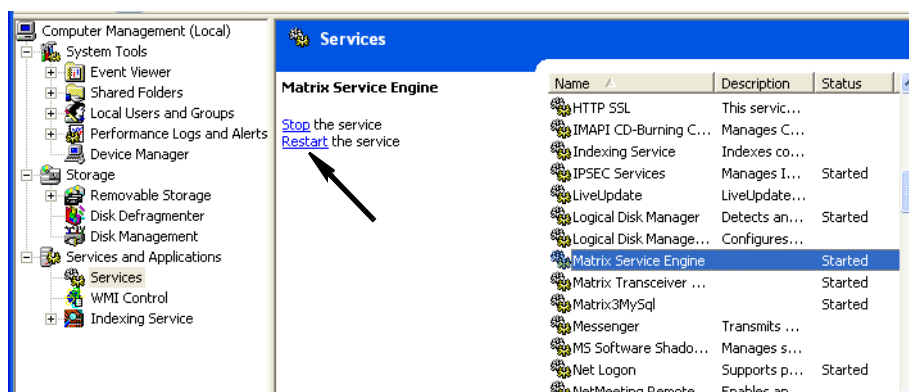

Рис. 43
11. Нажмите ссылку «Перезапустить службу» (Рис. 43).